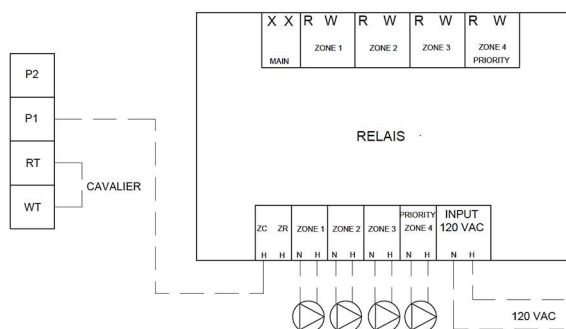

Figure 8: Connexion typique pour un système avec de multiples pompes et un relais possédant les bornes ZC ZR (ampérage total inférieur ou égal à 5 A)
Pour un système avec plusieurs pompes qui sont alimentées par un boîtier de relais externe avec toutes les zones utilisées (Par exemple, un relais de type TACO, voir Figure 8)
- Installer un relais de pompe tel que Honeywell RA832A ou TACO SR501-4 près de la chaudière auxiliaire. (voir figure 8)
- Brancher le TT du relais de combustion de la chaudière auxiliaire au contact XX du relais RA832A (voir fig.5) ou 6-5 du relais TACO 501-4 (voir fig.8).